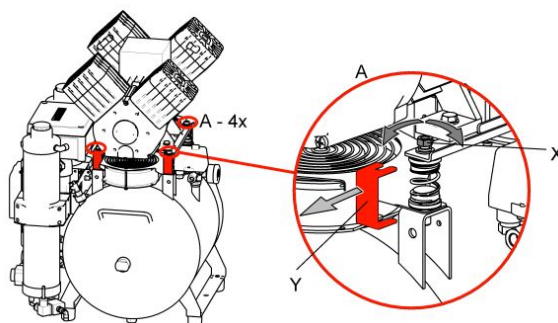

Bild.5 Abfixierung
**Dentalkompressor DK50 2V/50, DK50 2V/50/M, DK50 4VR/50, DK50 4VR/50/M (Bild.5)**
**Dentalkompressor DK50 2V/50S, DK50 4VR/50S (Bild.4, Bild.5)**
**Dentalkompressor DK50 2V/50S/M, DK50 4VR/50S/M (Bild.4, Bild.5)**